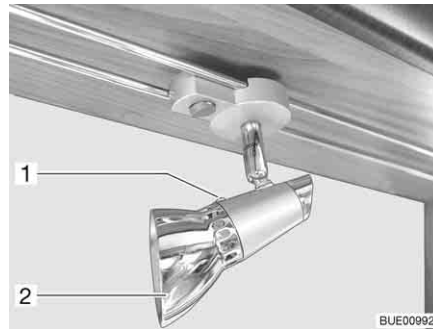

Fig. 239 Faretto alogeno (mobile)
- Svitare la vite di fissaggio (Fig. 239,1).
- Rimuovere il paralume (Fig. 239,2).